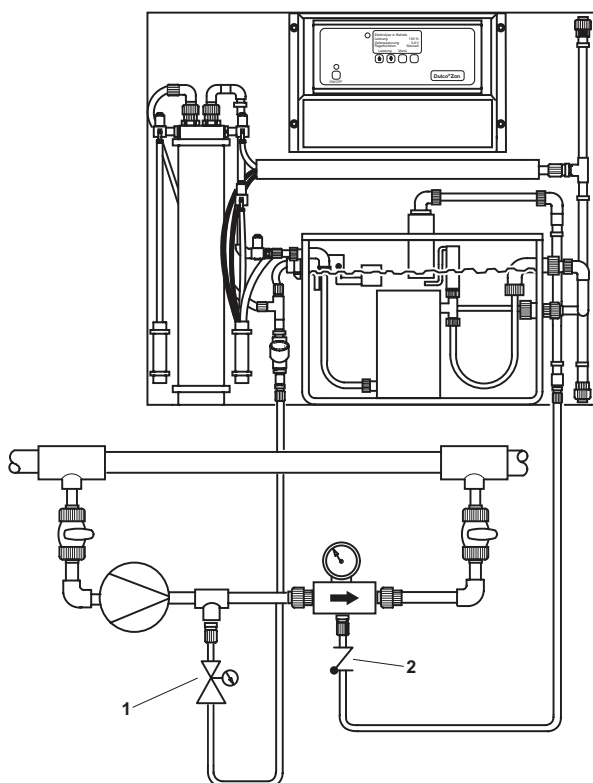

Fig. 8
- ▶ Montez une installation identique à celle de la fig. 8 dans la conduite d'eau.